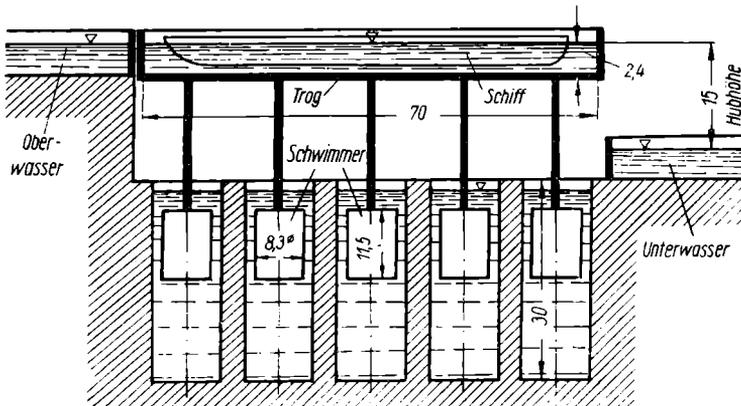

Bild 244
58. Ein Schiffshebewerk (Bild 244) nimmt das zu hebende Schiff in einem Wasser-trog auf. Dieser ruht auf fünf hohlzylindrischen Schwimmern von 8,3 m Außen-durchmesser und 11,5 m Höhe, die sich in 30 m tiefen, mit Wasser gefüllten Brunnen auf und ab bewegen können. Da die Schwimmer hierbei stets ganz unter Wasser bleiben, ist ihre Auftriebskraft unverändert gleich den gesamten zu tragenden Gewichten, und der Trog befindet sich in jeder Höhenlage im Gleichgewichte. Die Hub- oder Senkbewegung wird durch vier von einem Elektromotor angetriebene Schraubenspindeln an den Ecken des Trogs geregelt, ohne daß die Schrauben senkrechte Last tragen. In der tiefsten Stellung wird der Trog durch Gummileisten wasserdicht an die Stirnwand des unteren Kanals angeschlossen, und das Schiff fährt aus dem Unterwasser in den Trog ein. Nachdem dann die Tore des Trogs geschlossen sind, erfolgt der Hub. In der höchsten Stellung des Trogs fährt das Schiff in den oberen Kanal aus. a) Wie groß ist der Gesamtauftrieb der fünf Schwimmer? b) Wieviel Wasser enthält der prismatische Trog bei 70 m innerer Kastenlänge, 8,8 m Breite